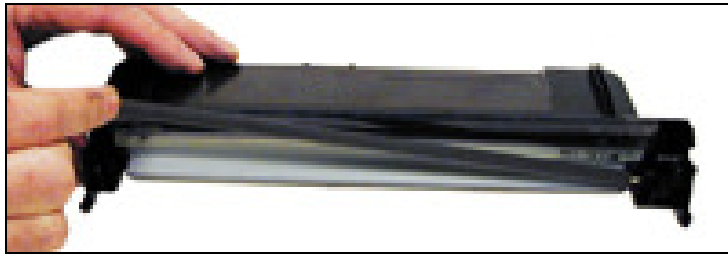

Figura 15
9) Sacar el rodillo de limpieza del PCR .Ver Figura 15.